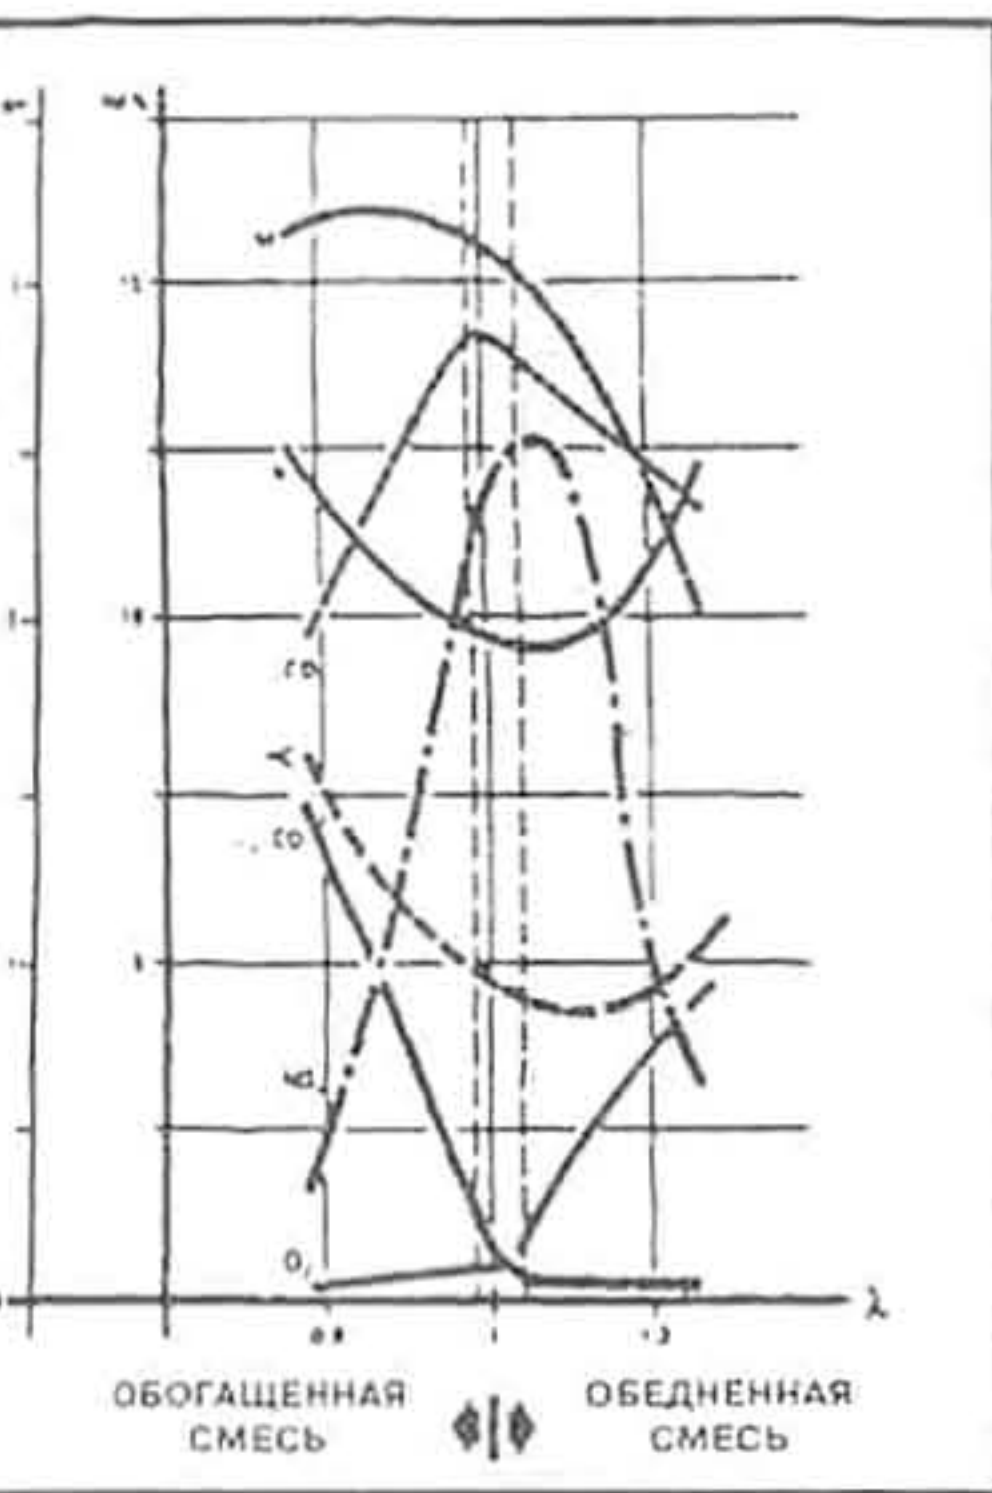

Рис. 361.
На рис. 361 показана зависимость концентрации основных интересующих нас примесей в выхлопных газах а так же крутящего момента (M) и расхода топлива (b) от величины коэффициента избытка воздуха в топливо-воздушной смеси.